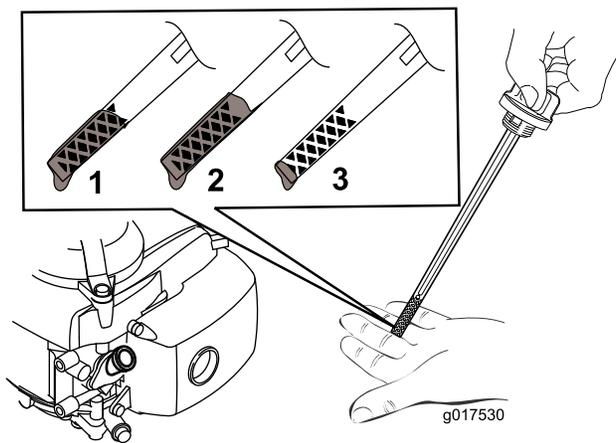

Figure 5
2. Retirez la jauge (Figure 5).
Remarque: Versez de l'huile dans le carter moteur jusqu'à ce que la jauge indique le niveau correct, comme montré à la Figure 5. Si vous remplissez excessivement le carter moteur, vidangez l'excédent d'huile comme expliqué à la section Vidange de l'huile moteur.